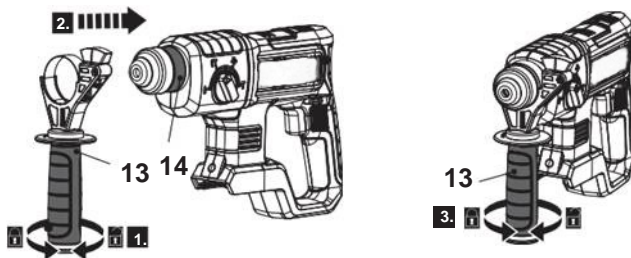

Fig. 1
1. Gire o cabo da pega auxiliar (13) para a esquerda para soltar a banda de fixação (Fig. 1, passo 1).
2. Alinhe e passe a banda da pega auxiliar (13) por cima do mandril até a gola (14) (Fig. 1, passo 2). Coloque a pega auxiliar (13) na posição desejada para o trabalho a realizar.
3. Gire o cabo da pega auxiliar (13) para a direita para apertar a banda de fixação (Fig. 1, passo 3).